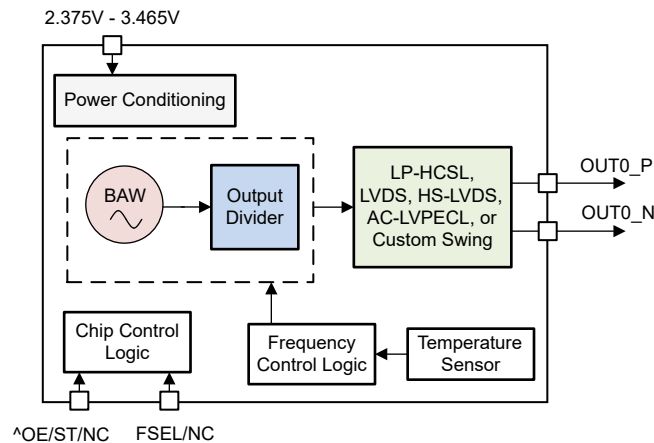

图 5-1. LMK6Bx 简化方框图
LMK6Bx 是一款固定频率、出厂已编程、超低抖动的 BAW 振荡器，提供无与伦比的多功能性，具有多种出厂编程的输出格式：LVDS、HS-LVDS、AC-LVPECL、LP-HCSL 和自定义摆幅。HS-LVDS 和自定义摆幅输出的摆幅均可按 50mVppd 的步长进行编程：对于 3.3V 电源，范围从 350mVppd 至 2Vppd；对于 2.5V 电源，自定义摆幅范围从 350mVppd 至 1.5Vppd，而 HS-LVDS 范围从 350mVppd 至 1.6Vppd。LMK6Bx 还有两个功能引脚。引脚 1 具有输出使能 (OE) 和待机 (ST) 控制功能，引脚 2 提供输出频率选择 (FSEL)，其中 OPN 中指定的频率可进行二分频或四分频。LMK6Bx 是能够为光学模块市场中使用的 3 种最常见频率提供一个 OPN 的市售独特振荡器，其简化了供应和订购过程。图 5-1 展示了 LMK6Bx 的方框图。